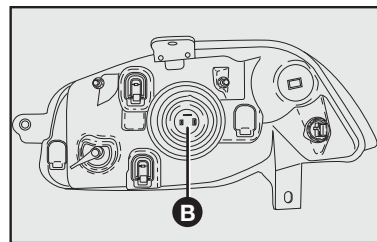

fig. 32
- 1) soltar el conector **A-fig. 32** de alimentación de la lámpara;
- 2) retirar la tapa plástica **B-fig. 32** para tener acceso a las lámparas;